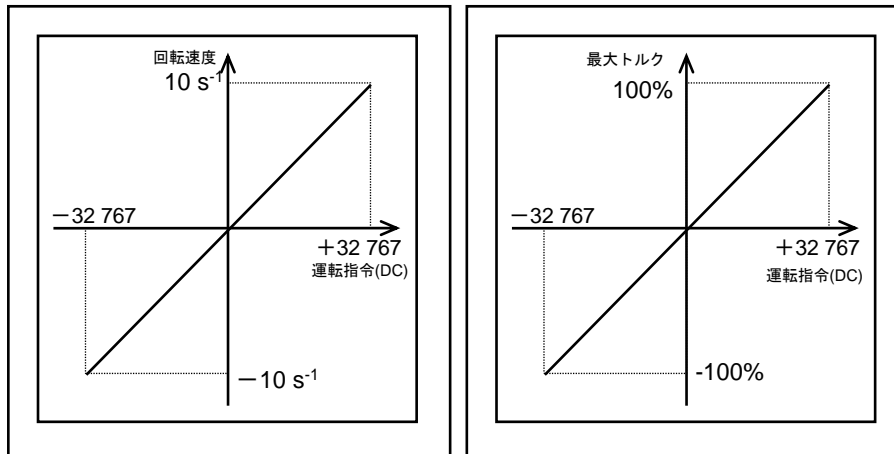

図 6-24 : 通信運転指令とモータ回転速度および出力トルク
- DC 命令のデータと回転速度および出力トルクの関係は図 6-24 のとおりです。